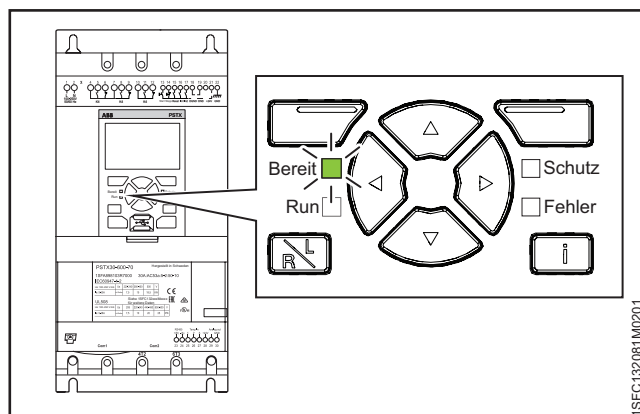

Abbildung 2.7
10. Die grüne Bereit-LED am Display blinkt, siehe **Abbildung 2.7**.